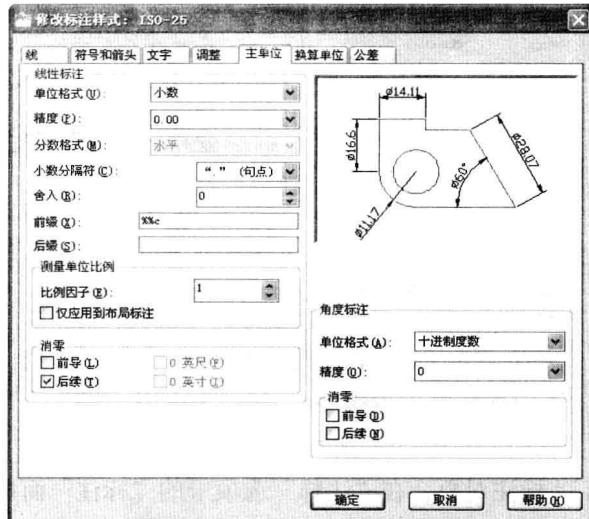

图 7-7-2
(2) 单击“注释”选项卡，在“标注”面板中单击“标注样式”按钮 A ，打开“标注样式管理器”对话框，单击“修改”按钮，打开“修改标注样式”对话框，单击“主单位”选项卡，“前缀”中输入直径控制代码“%%c”，如图 7-7-2 所示。